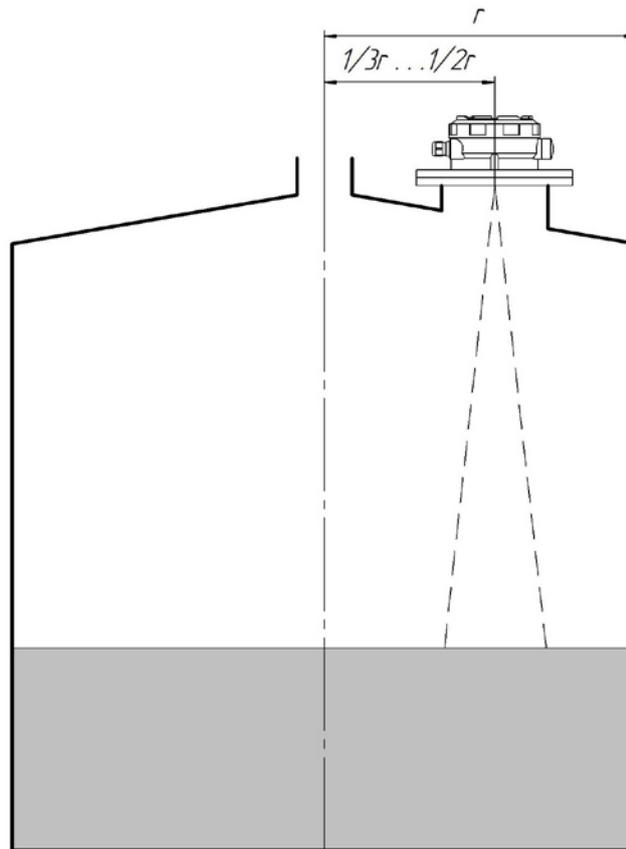

Рис. 4.7. Установка прибора
- расстояние от стенки емкости до центральной оси датчика уровня выбирать в пределах  $1/2 \dots 1/3$  радиуса резервуара, рис. 4.7;